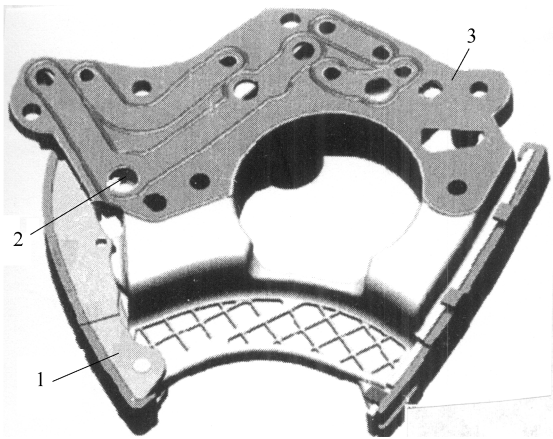

图 1-3-76 清洁两个链条张紧器内的油滤网
(2) 如图 1-3-76 所示,必要时清洁两个链条张紧器内的油滤网 2,将一个密封件 3 从后部安装到链条张紧器 1 上。